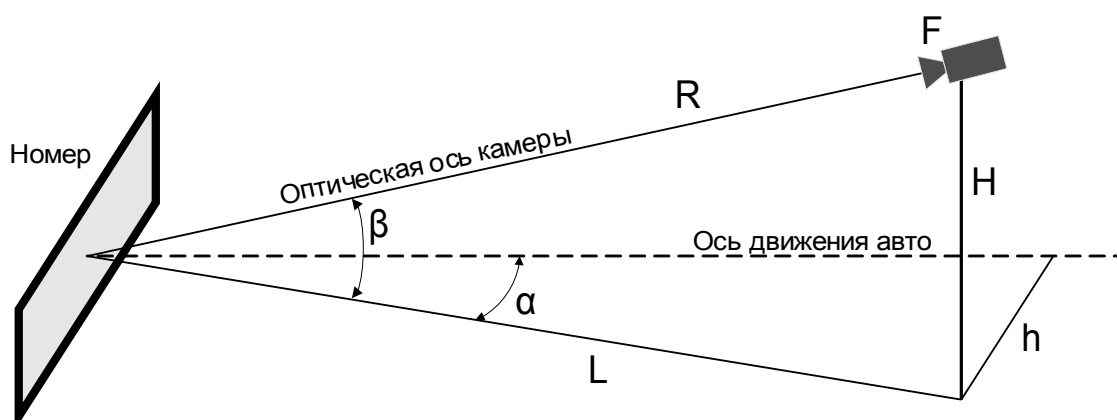

Рис.1.1. «Расположение камеры».
2. Отношение расстояния от опоры к номеру (L) к высоте опоры (H) должно быть не менее 2,2 (рис. 1.1).
3. Отношение расстояний от опоры до номера (L) к расстоянию от опоры до оси движения автомобиля (h) должно быть больше 3 (рис. 1.1).